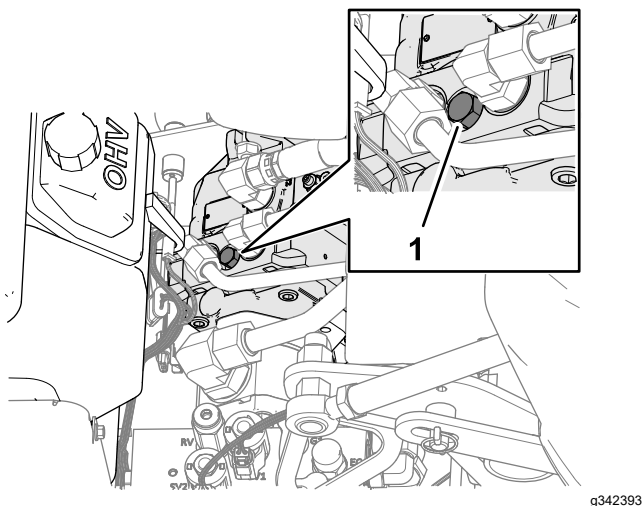

図 127
4. 図 127のように、エンジンと油圧ポンプの間にあるバイパスバルブねじのカバーを探し出す。